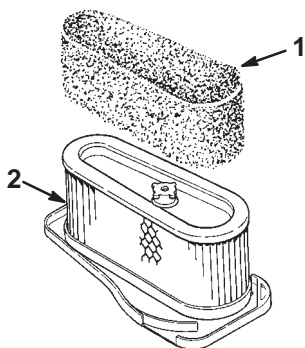

Figure 19
4. Glissez délicatement l'élément en mousse hors de l'élément en papier (Fig. 19).
1. Glissez délicatement l'élément en mousse sur l'élément en papier (Fig. 19).